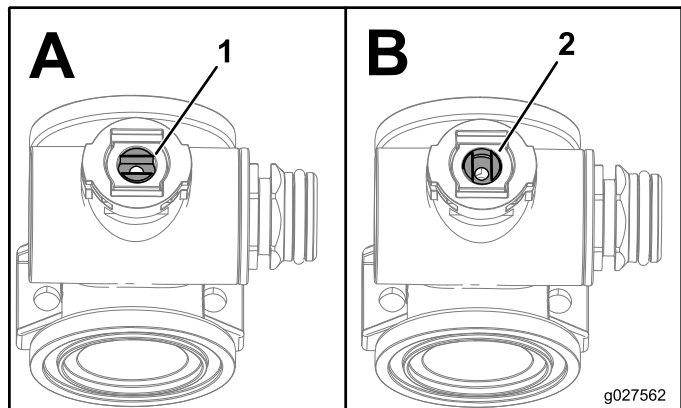

図 122
7. バルブシステムアセンブリを「閉」にセットする 図 122。